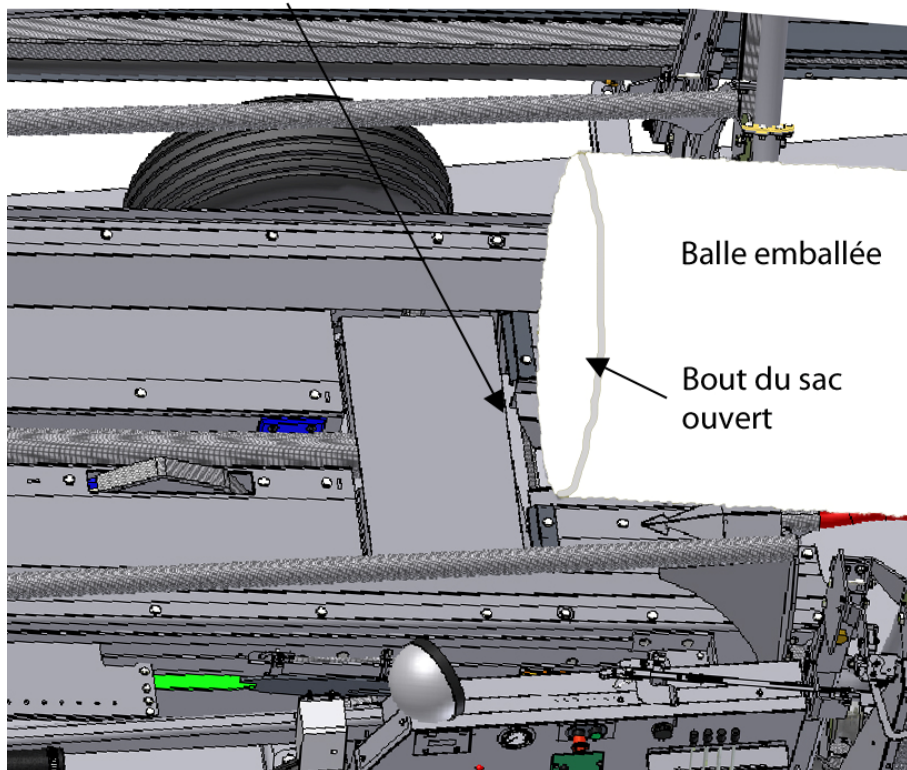

Figure 21 – Position de la dernière balle
2. Placez la dernière balle à enrober dans le sac de fin de boudin et déposez-la sur l'enrobeuse, le bout ouvert du sac vers l'arrière. Laissez le cycle automatique se compléter. La dernière balle devrait se trouver au bout du poussoir (Figure 21).